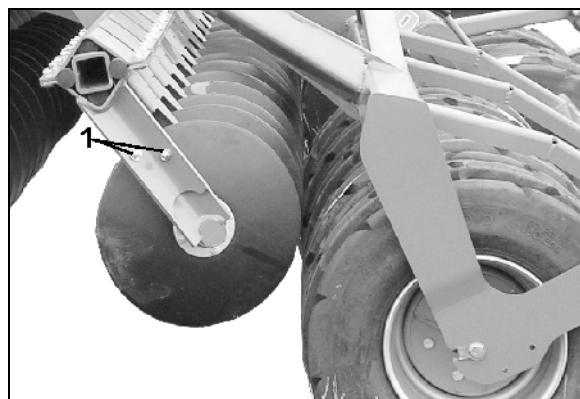

Fig. 24
1. Desfaceți îmbinările filetate (Fig. 24/1).